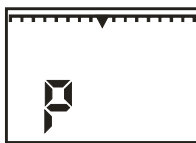

Рисунок 9.4
9.7 При разряде аккумуляторной батареи происходит сброс индикации измеряемой концентрации, на индикаторе отображается надпись " P ", 16 сегментная "линейка" чиста (рисунок 9.4), и включается прерывистый кратковременный звуковой сигнал. При дальнейшем разряде аккумуляторной батареи питание газоанализатора отключается автоматически.